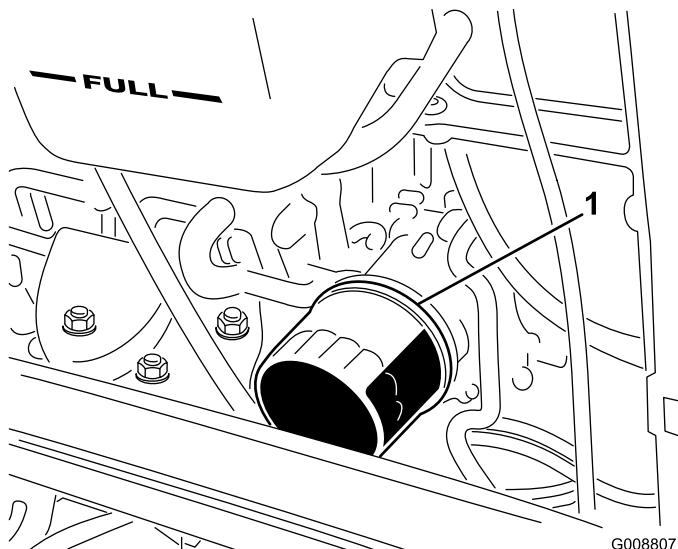

Figure 51
2. Déposez le filtre à huile (Figure 51). Appliquez une fine couche d'huile propre sur le joint du filtre de rechange avant de le visser en place. **Ne serrez pas excessivement.**